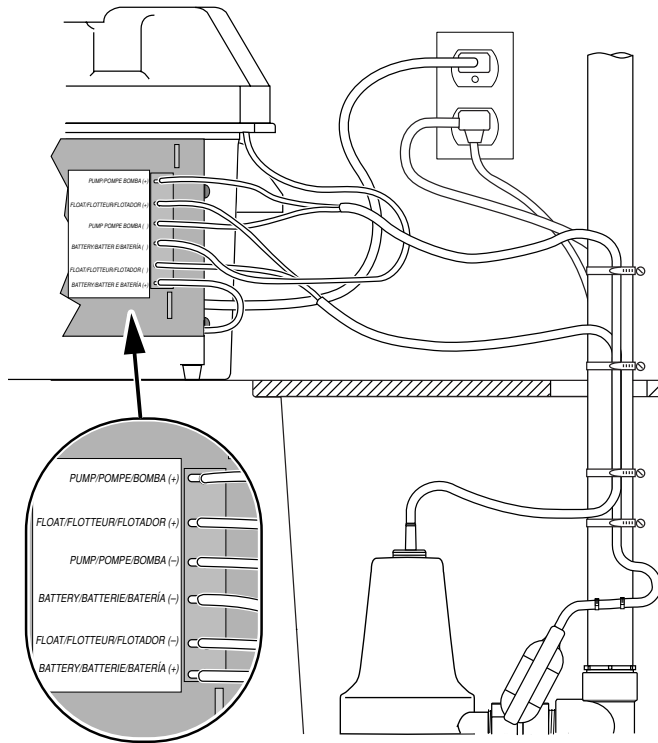

Figura 11 – Conexiones de los cables DB20018T
1. Conecte el cargador según se ilustra en la Tabla IV y en la Figura 11.